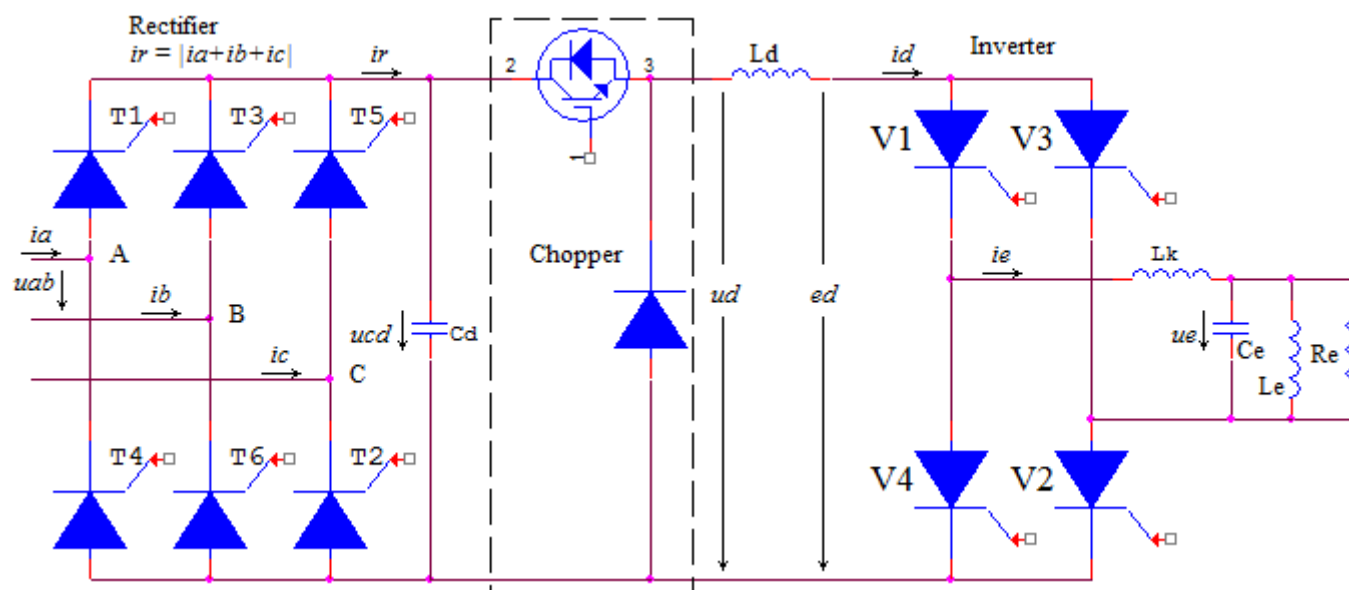

Рис. 1. Базовая схема серии Т5 в диапазоне от 50Гц до 22кГц, от 25кВт до 1.25 МВт
1.3. Базовая схема Т5 (Рис.1) включает в себя выпрямитель (Rectifier), звено постоянного тока и инвертор (Inverter). На Рис.1 мгновенные значения величин обозначаются строчными буквами курсивом. В таблицах и по тексту в обозначениях средних или эффективных значений ставятся жирные заглавные буквы без курсива, например: средний ток дросселя I_d , эффективное напряжение контура U_e , эффективное линейное напряжение U_{ab} . Звено постоянного тока содержит фильтрующую емкость C_d ,